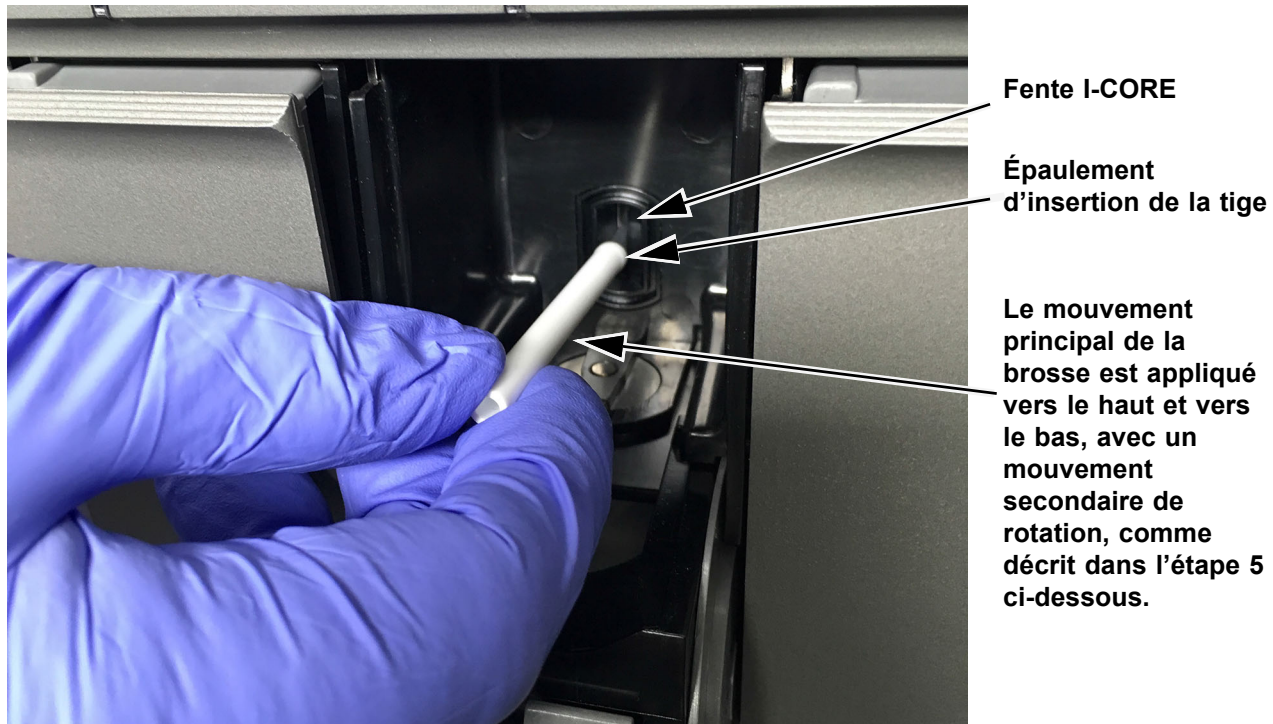

Figure 9-7. Insertion de la brosse de nettoyage dans la fente I-CORE
4. En portant des gants jetables, insérez la brosse dans la fente I-CORE en l'inclinant jusqu'à l'épaulement d'insertion de la tige, comme présenté sur la Figure 9-7.